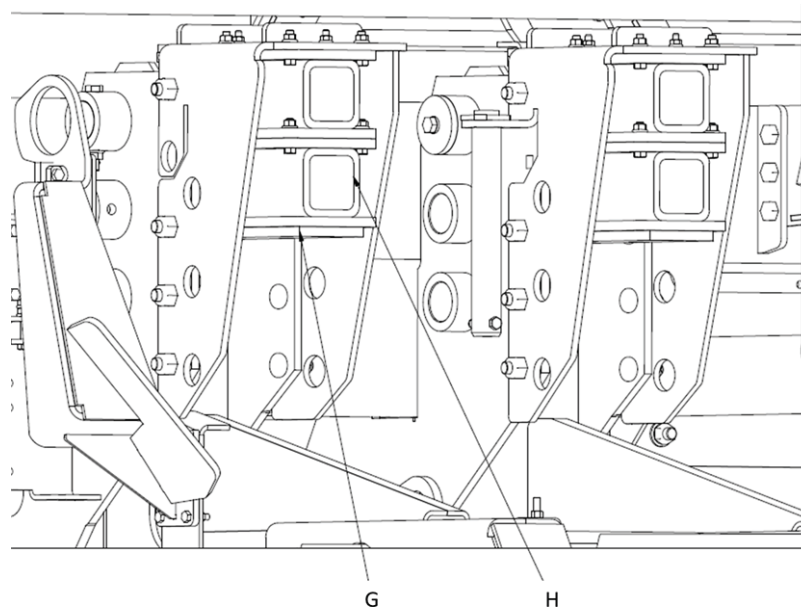

Figure 16 - Ajustement des butées du bras de chargement
- A. Dévissez les boulons qui maintiennent les butées (G) du bras de chargement en place (voir la Figure 16 - Ajustement des butées du bras de chargement).
- B. Ajoutez ou enlevez des espaceurs (H) pour que la butée soit à la hauteur correspondant à celle du bras de chargement (voir les indications du prochain tableau).